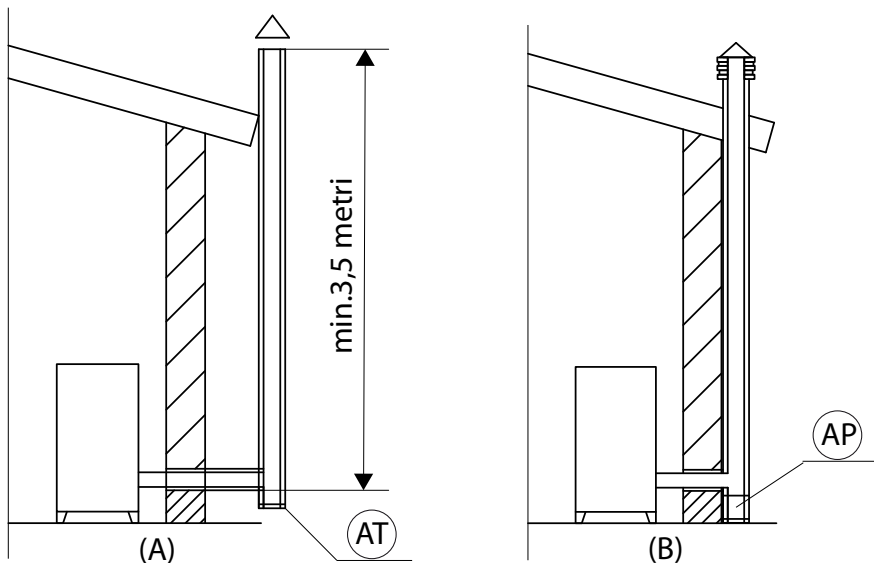

ABBILDUNG 1 - SCHORNSTEIN
Ein einfacher Schacht aus Zement muss entsprechend verrohrt werden. In beiden Fällen muss ein Inspektionsverschluss (AT) und/oder eine Inspektionsklappe (AP) vorgesehen werden - ABB. 1.